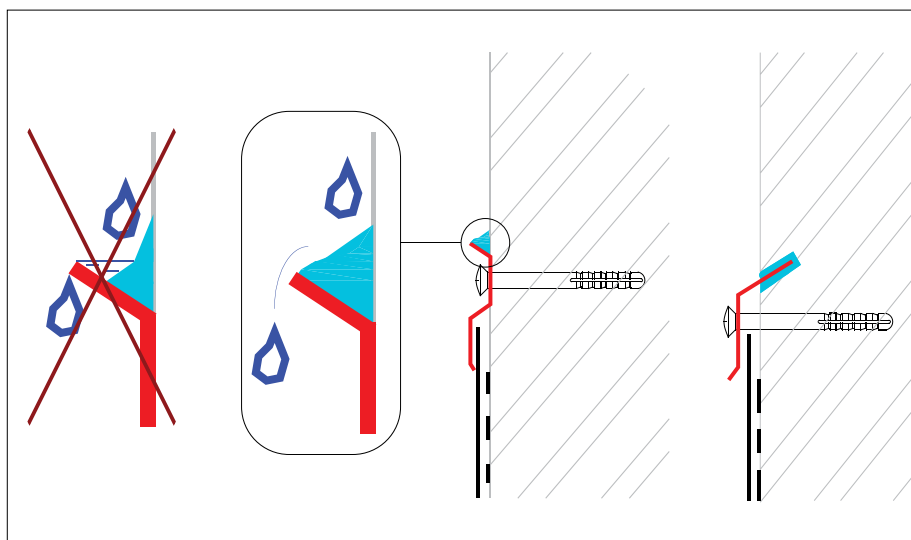

Рис. 13
■ Для герметизации всех стыков и примыканий используйте специальные кровельные герметики так, как показано на рис. 13.